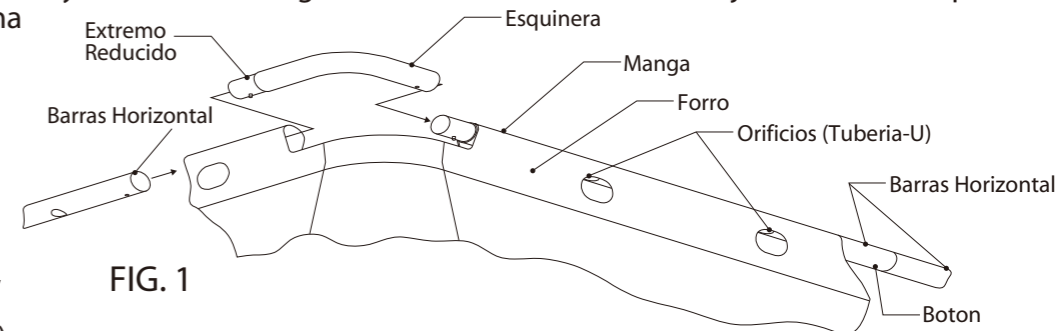

FIG. 1
- B. Localice las cuatro piezas de metal (Piezas Esquinas) de la tubería Fig. 1., luego coloque una en cada esquina de la alberca. Ahora localice las (Barras Horizontales), inserte cada extremo reducido solamente para unir las barras longitudinalmente, **Nota:** ningún Pasadores de primavera es usado en los extremo de las Barras Horizontales para anexarlas en las piezas esquinas o en las piezas esquinas en si, por favor vea en la pagina 5 el diagrama de ensamblado para una ubicación adecuada de los Pasadores de primavera. Coloque la mitad de las cortas en cualquier (extremo de la alberca) y la mitad de las largas a lo largo (del lateral de la alberca), éstas junto con las (Piezas Esquinas) forman el marco de soporte de la alberca. Comience deslizando las (Barras Horizontales) dentro de la manga
(asegurándose de que trabaja en dirección a las manecillas del reloj alrededor de la albarca con todas las partes reducidas apuntando en sentido de las manecillas) vea Fig. 1 y consulte "Revisión de todas las partes de Ensamble del Marco" mostrado en la página 5.
Conecte las (Barras Horizontales) juntas presionando el boton mientras inserta una barra dentro del extremo de otra barra. Mire a través del orificio de seguridad en la barra mientras las une, ligeramente gire las barras hasta que el boton se alinee con el orificio y bote hacia arriba, asegurando el extremo de esa barra dentro del extremo de la otra barra. Repita este procedimiento para las Barras horizontales restantes, asegurándose de que los orificios en las barras se alineen con las aberturas en la manga de la alberca Fig. 1 estos orificios se usan para los soportes de la Tubería-U (extremos y laterales). Enseguida instale las piezas esquineras (de nuevo trabajando en sentido de las manecillas con los extremos reducidos apuntando en sentido de las manecillas), deslicelas juntas y repita este procedimiento para todas las esquinas, en la ultima esquina puede ser necesario levantar la conexion final en angulo para permitir que las tuberías entren en cada una lentamente bajando los extremos de nuevo a planos, despues deslizando los juntos hasta que entren completamente, ahora revise de nuevo todas las conexiones de la (Barras Horizontales) y las (Piezas Esquineras) en este momento.